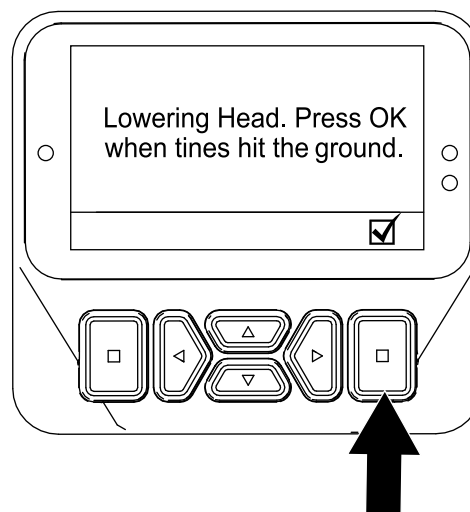

Figura 64
6. Quando algum dente tocar no solo, prima o botão de seleção no ecrã Lowering Head (a baixar cabeça) (Figura 64).